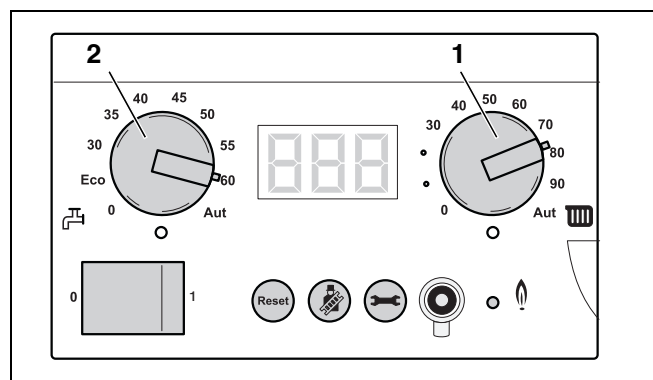

Рис. 116 Главный регулятор BC10
- Установить ручку задания максимальной температуры котловой воды (рис. 116, поз. 1) и ручку управления для заданного значения горячей воды (рис. 116, поз. 2) на максимальную температуру.
- Установить ручку задания максимальной температуры котловой воды (рис. 116, поз. 1) и ручку установки заданной температуры горячей воды (рис. 116, поз. 2) на желаемую температуру.